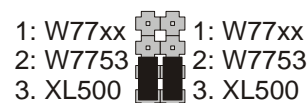

Fig. 6. Position des cavaliers pour CLCM4T,5T,6T
3. Vérifiez la position des cavaliers en se référant à la Fig. 6 et le câblage du combiné en se référant aux Tables 2 / 3.
Selon qu'un ventilateur aura été raccordé ou non, placez les cavaliers sur les CLCM4T, 5T, 6T comme indiqué selon Fig. 6.
Le réglage utilise des cavaliers des CLCM4T,5T,6T avec le PANTHER est indiqué sur la Fig.6.